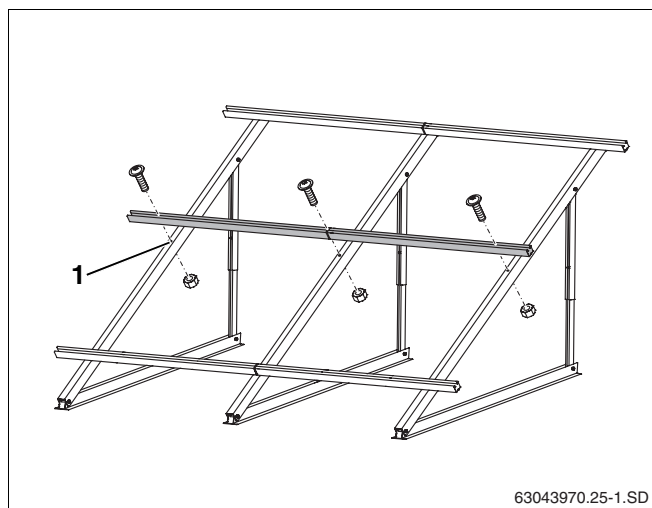

Fig. 35 Montar os perfis adicionais
- ▶ Fixar perfis adicionais, como descrito no capítulo 5.5.2 "Montar os perfis" no furo central do perfil (fig. 35, **item 1**).